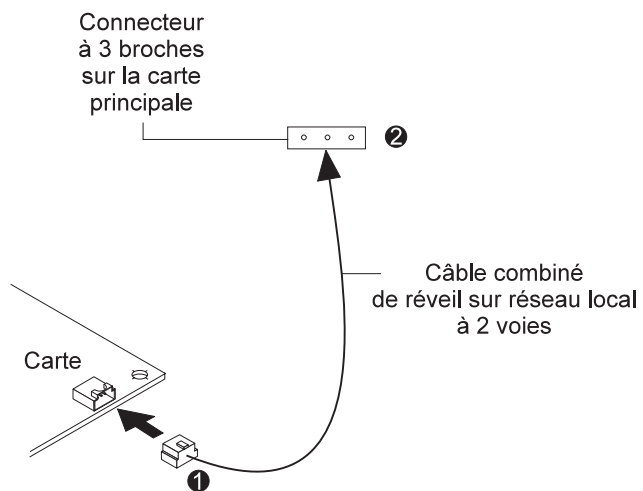

Figure 2-3. Connexion du câble combiné d'alimentation et de signal de réveil sur réseau local
- Un câble combiné d'alimentation électrique et de signal de réveil sur réseau local à deux voies (référence IBM 08L2559). Comme l'indique la figure 2-3, à la page 2-6, il permet de connecter la carte au PC doté d'un connecteur combiné d'alimentation électrique et de signal de réveil sur réseau local. Ses deux extrémités sont identiques et donc interchangeables.
1 Branchez une extrémité du câble de réveil sur réseau local combiné à deux voies sur le connecteur de câble de réveil sur réseau local à trois broches de la carte, comme le montre la figure 2-3, à la page 2-6.